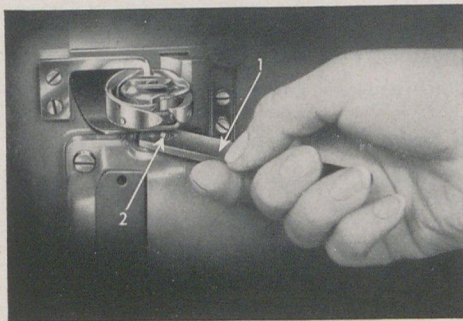

BILD 78
1. Typ RG: Rundgreifer ohne Brille (Bild 78)
Zuerst die Nadel entfernen! Jede rohe Gewaltanwendung hat Beschädigung der Maschine zur Folge und ist deshalb zu vermeiden. Um den Fadeneinschlag *schadlos* zu beseitigen, setzt man in einfacher Weise – wie es Bild 78 zeigt – den Greiferschlüssel auf den Greiferbund mit seinen Befestigungsschrauben auf.